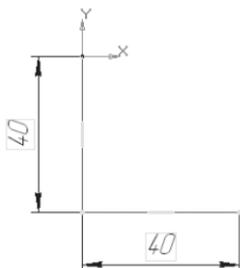

Рис. 412
- с помощью  – **Непрерывного ввода объекта** и  – **Ортогонального черчения** построите часть эскиза направляющей, которая расположен в горизонтальной плоскости, от начала координат (рис. 412);